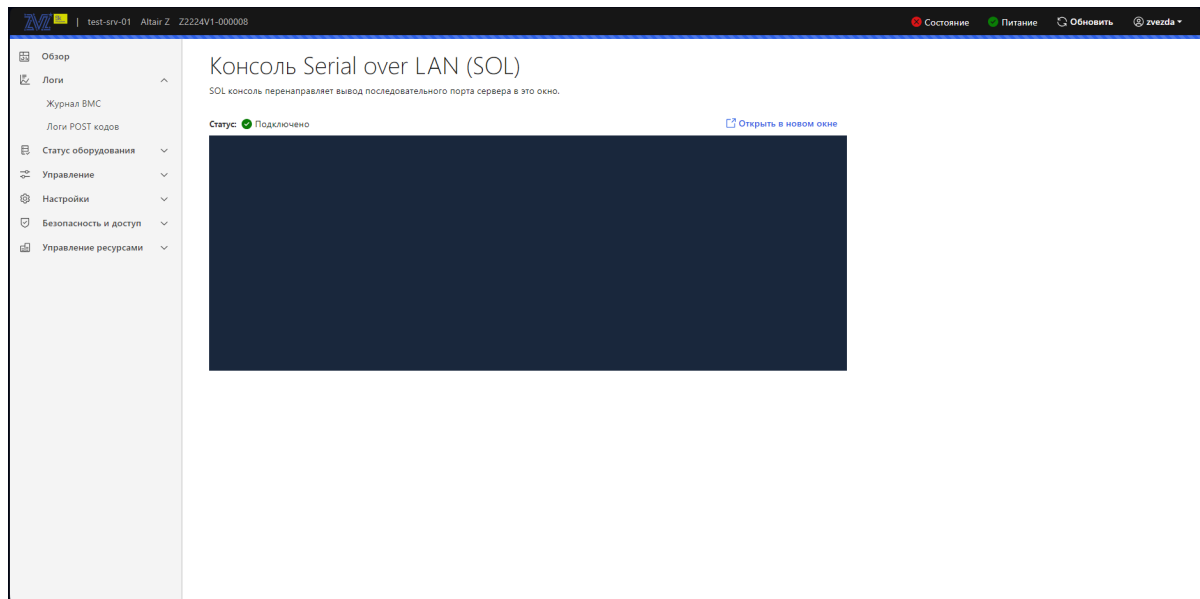

Рис. 87. Окно «Консоль Serial over LAN (SOL)»
- 5) Пройдите во вкладку «Управление» → «Консоль Serial over LAN (SOL)» в данной вкладке осуществляется перенаправление вывода последовательного порта сервера в окно браузера вашей рабочей станции. Окно показано на рис. 87 Окно «Консоль Serial over LAN \(SOL\)»